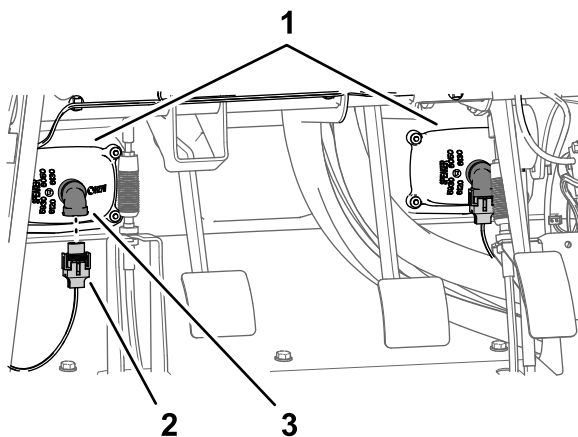

Figura 14
1. Desligue os dois conectores elétricos (duas tomadas) da cablagem da máquina dos conectores de dois pinos dos faróis esquerdo e direito (Figura 14).